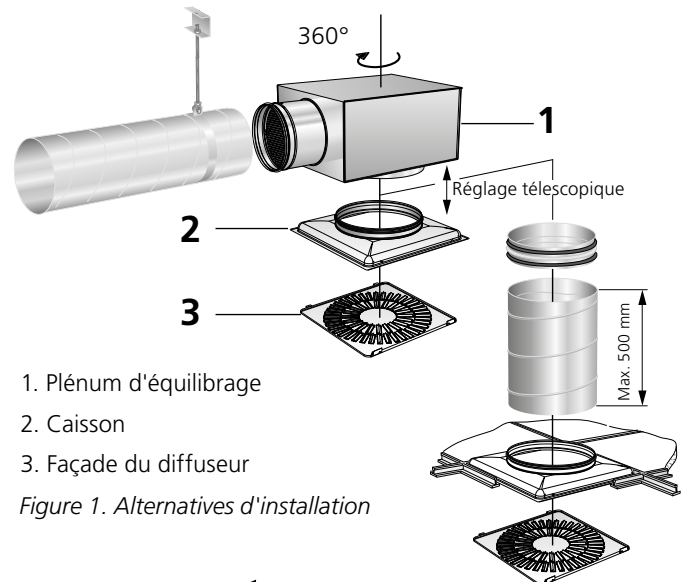

Figure 1. Alternatives d'installation
- La distance entre plénum d'équilibrage et le diffuseur peut être augmentée de 500 mm avec un conduit spiralé sans devoir prolonger le tube de prise de mesure et les cordons de réglage du registre (voir Figure 1).